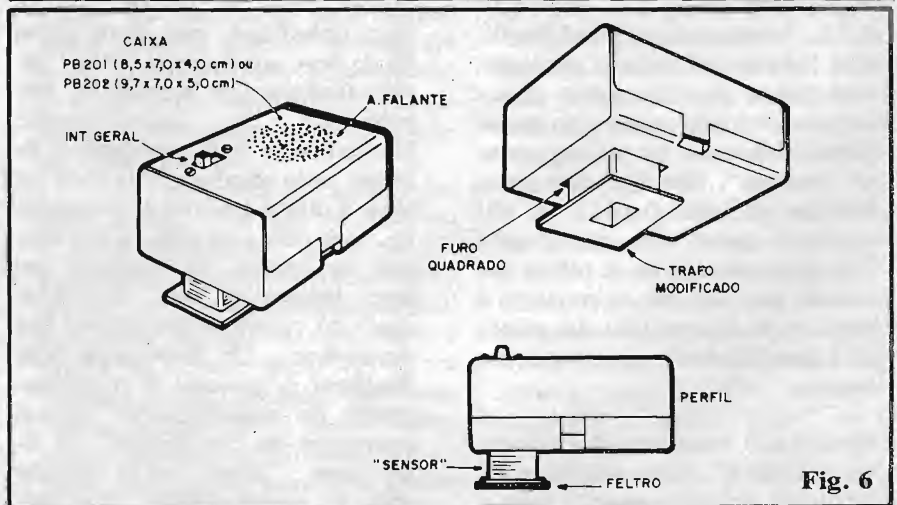

Fig. 6
- FIG. 6 - Detalhes do "encaixamento" do DEMP. Ainda antes de